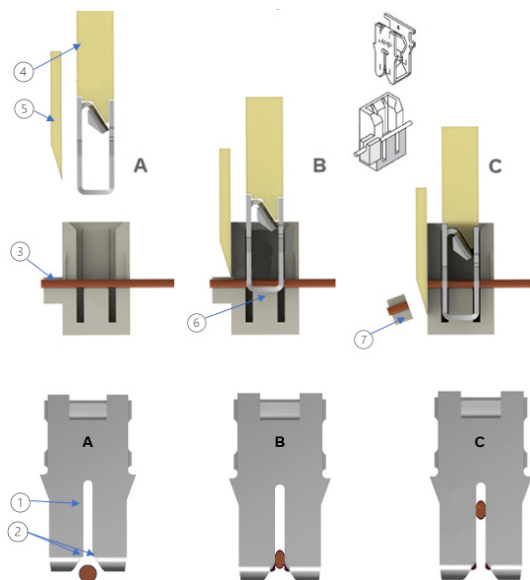

図 4: MAG-MATE 端子の挿入
MAG-MATE 端子ソリューション: 図 4 に、無はんだモータ接続を可能にする MAG-MATE 端子の仕組みを示します。この結線方式は IDC (1) スロットと被覆除去ショルダ (2) を備えており、被覆除去ショルダが各マグネット ワイヤ上の 2 か所に位置付けられます。マグネット ワイヤをキャビティ スロット (3) に配置した後、挿入フィンガ (4) とトリム ブレード (5) を備えた MAG-MATE 端子挿入工具を使用して端子を挿入します。挿入中に被覆除去ショルダによって絶縁被覆が除去され、裸線がサポート アンビル (6) で所定の位置に保持されてスロット内で圧迫されます。このステップでワイヤとワイヤ サポート ブロック (7) も切り落とされ、堅牢で信頼性の高い接続が確立されます。